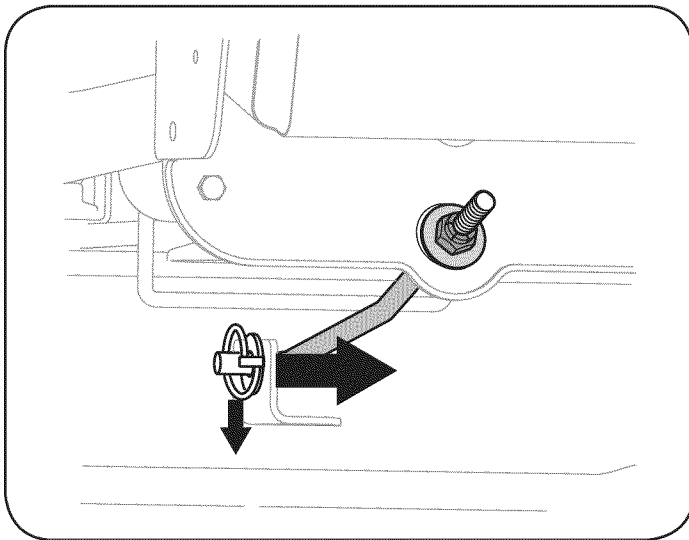

Figura 13
9. Saque el pasador de chaveta del extremo de la varilla estabilizadora y deslice el estabilizador fuera de la ménsula de suspensión de la plataforma. Vea la Figura 13.
- a. Con la plataforma debajo del bastidor de la cortadora, sujete la varilla estabilizadora. Vea la Figura 13.